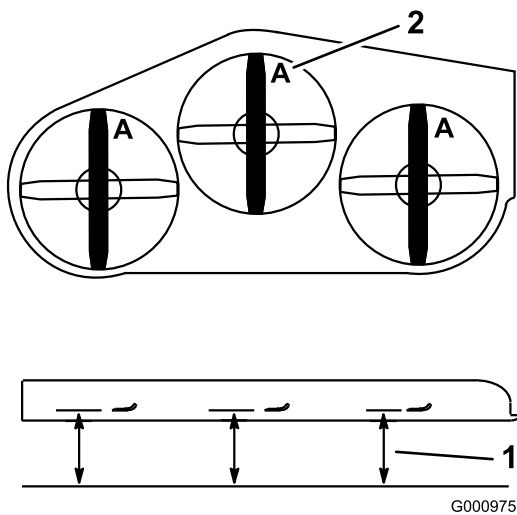

Figura 98
3. Gire las cuchillas hasta que los extremos estén orientados hacia adelante y hacia atrás (Figura 98). Mida desde una superficie nivelada hasta el filo de corte, posición A, de las cuchillas (Figura 98). Anote esta dimensión.